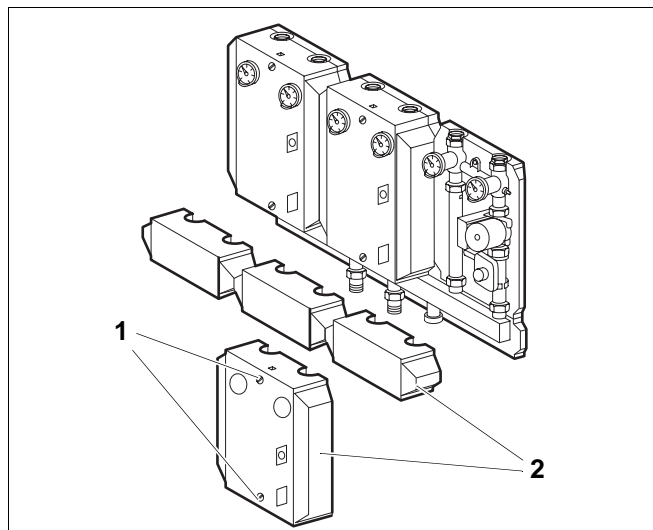

Abb. 9 Wärmeschutz
- Vorderen Wärmeschutz (Abb. 9, Pos. 2) aufsetzen.
- Vorderen- und hinteren Wärmeschutz von HS/HSM mit den Kunststoffschrauben (Abb. 9, Pos. 1) leicht verschrauben.